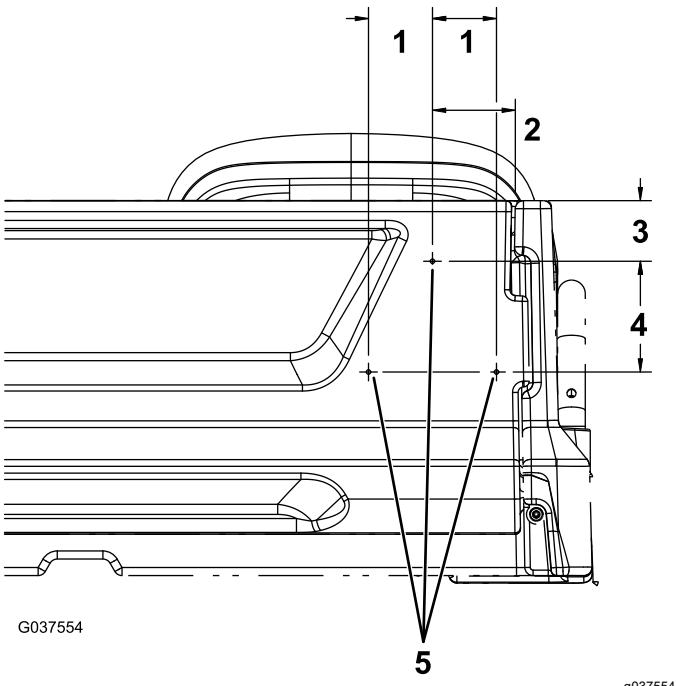

Figura 13
dalla parte superiore della sponda posteriore e contrassegnate la posizione (Figura 13).
2. Misurate 128 mm verso il basso dal foro contrassegnato nel passaggio 1, poi 74 mm a destra e sinistra e contrassegnate le 2 posizioni (Figura 13).
3. Praticate un foro di 5 mm in ciascuno dei 3 punti segnati (Figura 13).